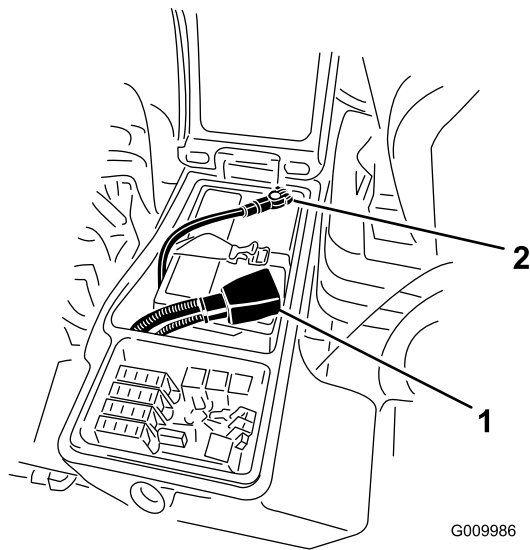

Figura 59
3. Retire el cable negativo (negro) del terminal negativo (-) y el cable positivo (rojo) del terminal positivo (+) de la batería (Figura 59).
6. Conecte el cable positivo (rojo) al borne positivo (+) y el cable negativo (negro) al borne negativo (-) de la batería (Figura 59).